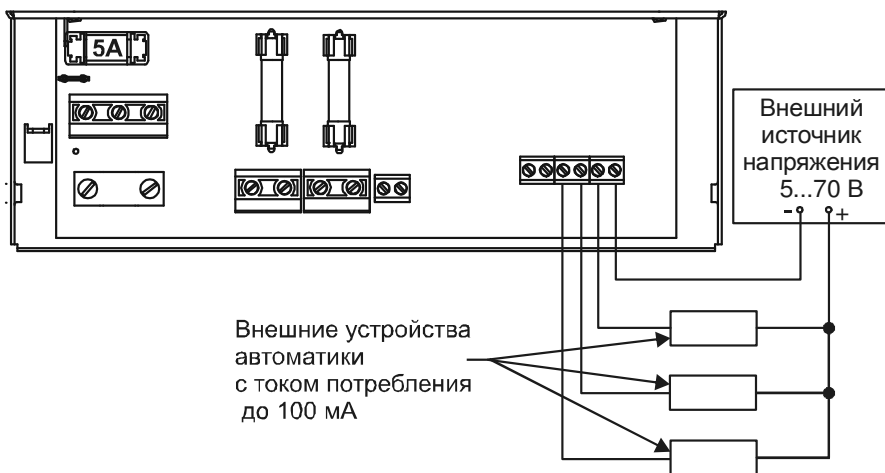
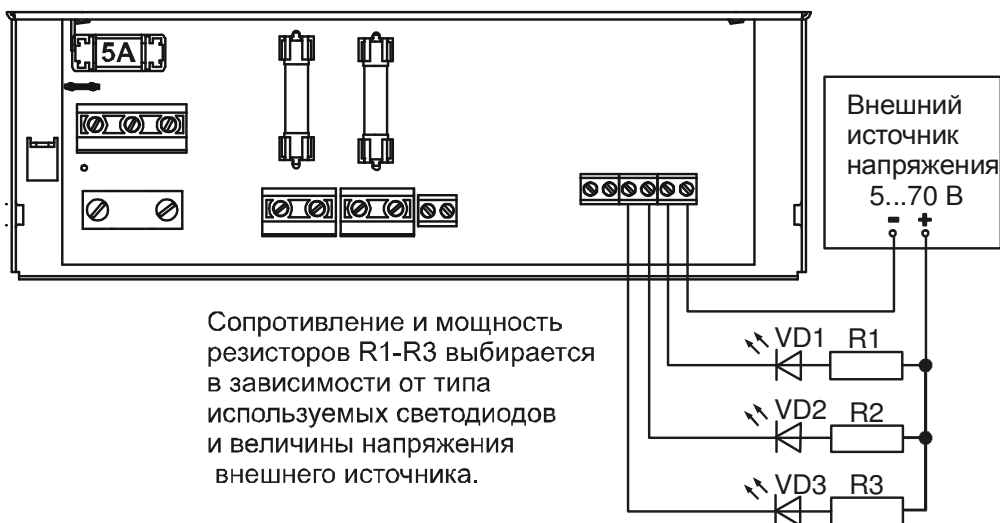

Рисунок 4
Рисунок 5
- ◆ Подключите, при необходимости, внешние устройства автоматики рисунок 4 (или внешние цепи индикации рисунок 5) к выходам типа открытый коллектор «Выход ОК 1», «Выход ОК 2» и «Выход ОК 3».